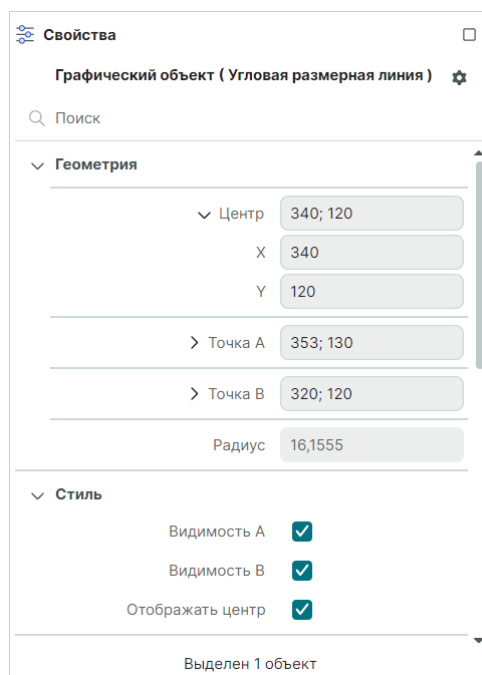

Рис. 417 Свойства угловой размерной линии
2. Группа «Стиль» включает настройки видимости выносных линий и центра с помощью установки флагов в чек-боксы, см. Рис. 417.